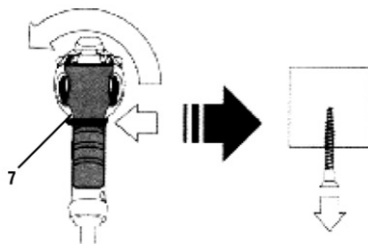

Fig. 5 – Sentido de rotación a la izquierda
Para colocar la rotación en sentido antihorario (retirar el tornillo de la pieza), mueva el “selector de reversión” (5) a la izquierda, como se muestra en la fig. 5.